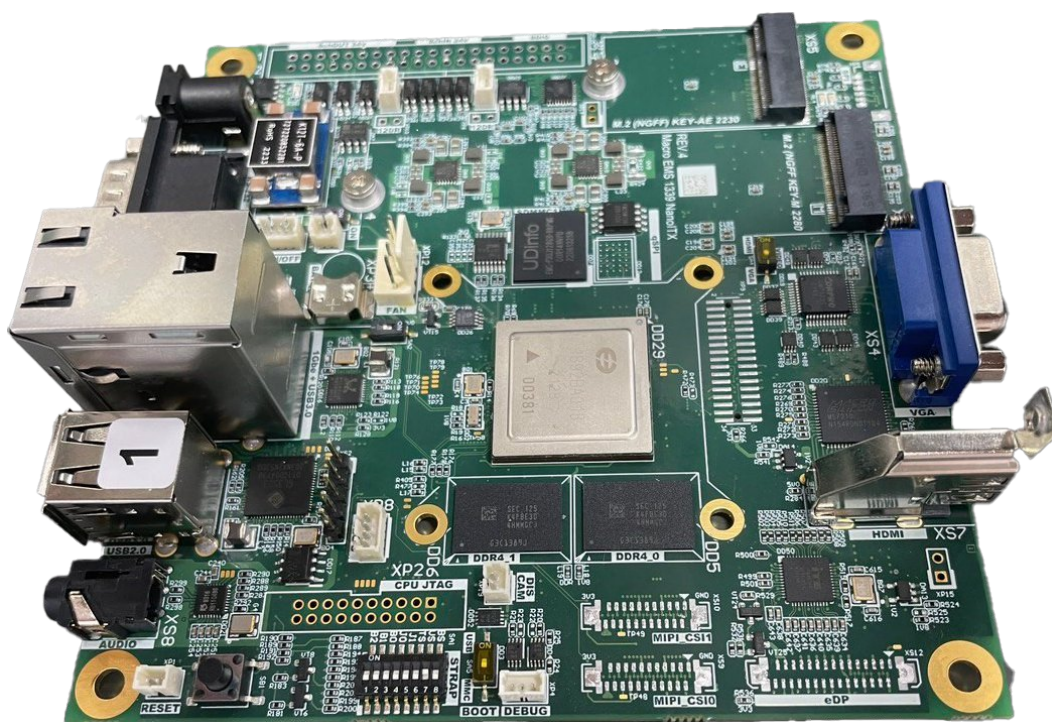

Рисунок 1.1.2 – Внешний вид NanoS-T-W МРЦН.467444.001-01
- **NanoS-T-W** МРЦН.467444.001-01 – модуль вычислительный с термопакетом, без интерфейсов DIO, MIPI-CSI, CAN, RS485, внешнего I2C, внешнего SPI, нет разъема аппаратного отключения звука/видео, питание только с разъема 2.1x5.5 мм (см. Рисунок 1.1.2).